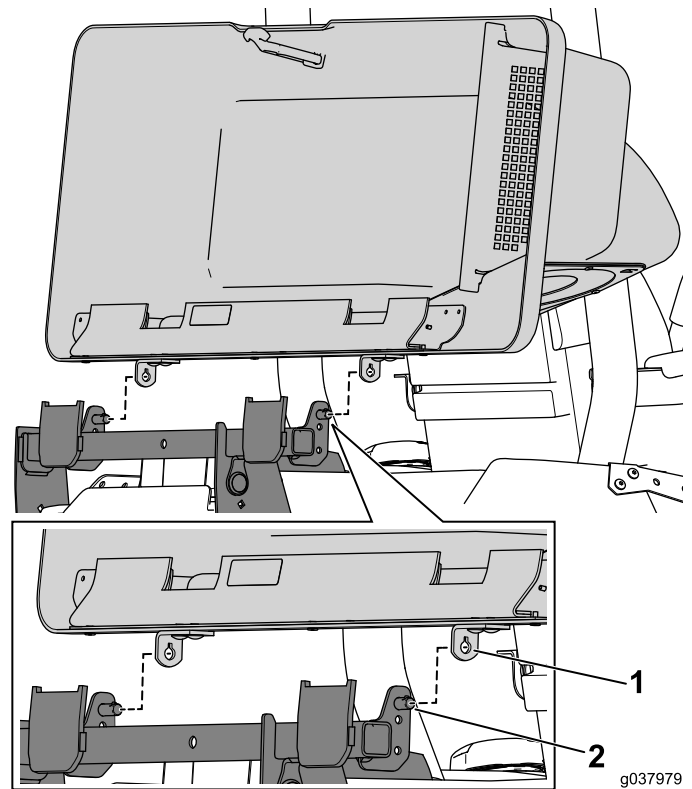

Bild 20
2. Fluchten Sie das Schlüssellochfeature an der Schwenkhalterung mit dem Schlüssel am Lagerbolzen aus und schieben ihn in die richtige Stellung (Bild 20).